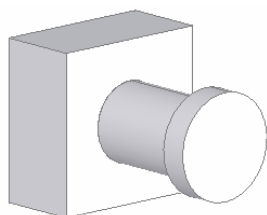

图 11-43 配合后的图形
⑥ 装配零件。在如图 11-41 所示中的边线 2 附近移动鼠标，当指针变为，智能装配完成，然后松开鼠标，结果如图 11-43 所示。